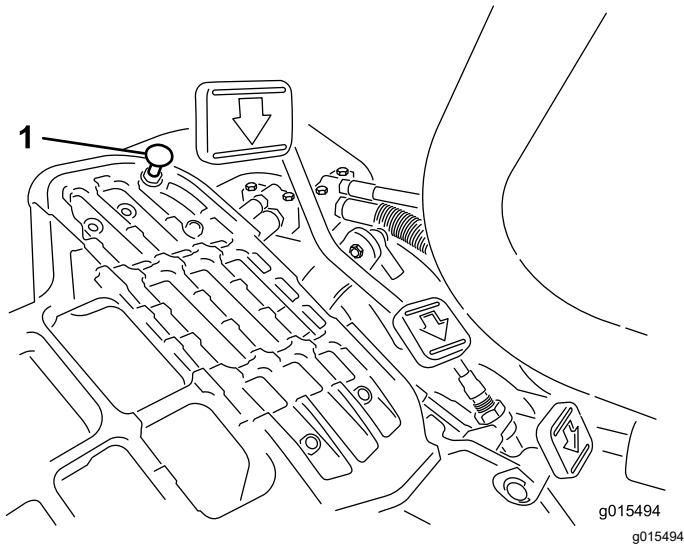

图 38
要获得最大行驶速度请将功能控制杆放在行驶位置并踩下驱动踏板。如果在拉线感到张紧力之前踏板接触到限位器图 38 请执行以下调节程序
1. 将功能控制杆放在行驶位置松开将踏板限位器固定至底板上的锁紧螺母图 38。